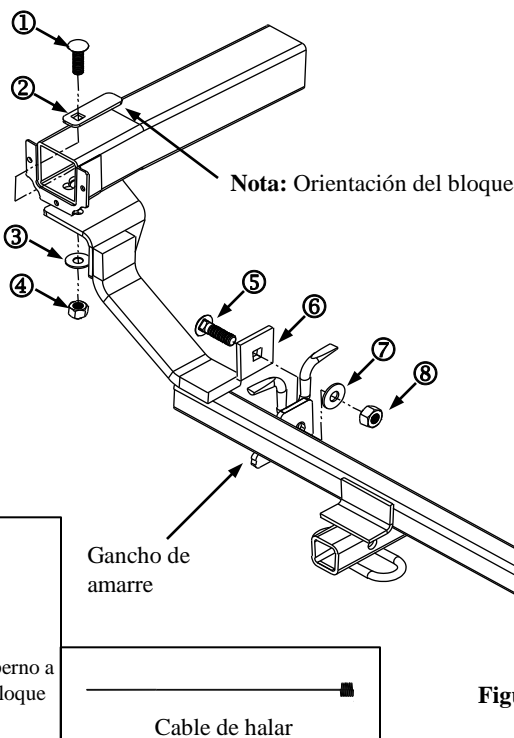

Figura 3
- Levante el enganche a su posición e inserte los cables de halar a través de los orificios en los soportes del enganche, retire los cables de halar y sin apretar instale los tornillos como se indica en la Figura 3.
- Instale el perno de carruaje de 1/2" y el espaciador de 2" x 2" para amarrar el enganche como se muestra en la Figura 3 y 4. No apriete completamente en este momento.